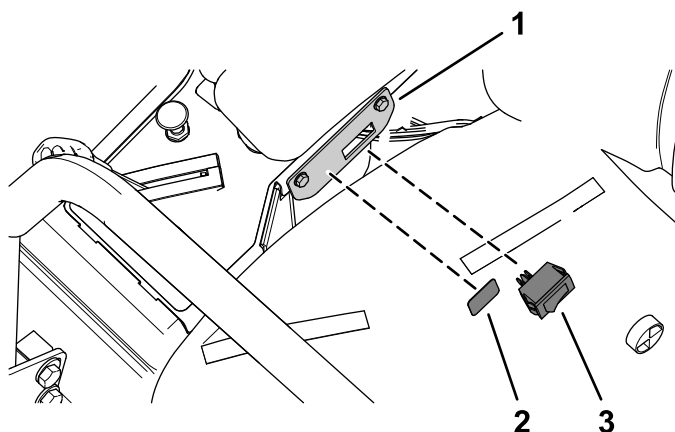

**Figura 7**
1. Instale el soporte del interruptor de las luces con los 2 tornillos autorroscantes (N° 10 x 1/2"), según se muestra en Figura 7.